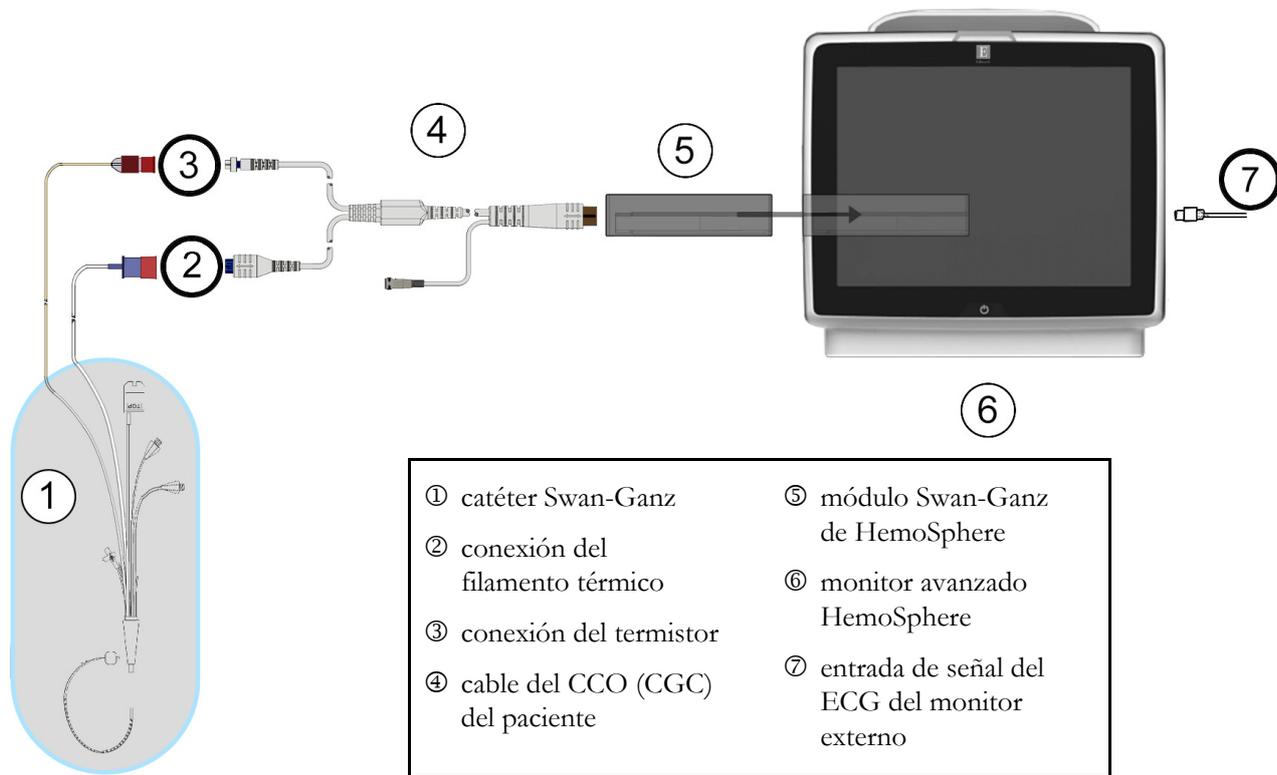

Figura 9-8 Descripción general de conexiones de VDF/FEVD
- 2 Acople el extremo del catéter del cable del paciente a los conectores del termistor y del filamento térmico del catéter de CCombo V de Swan-Ganz. Estos conectores están señalados con ② y ③ en la figura 9-8.